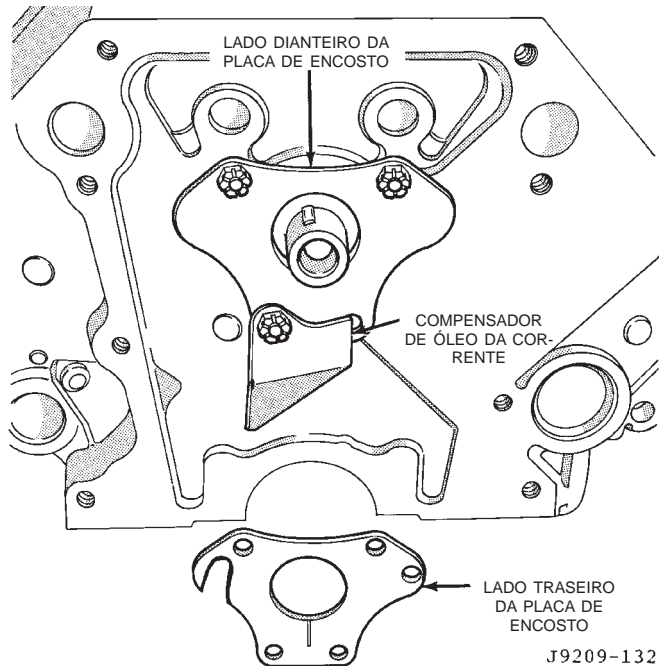

Fig. 39 Instalação do Compensador de Óleo da Corrente de Distribuição
(1) Remova o radiador. Consulte o Grupo 7, "Sistema de Arrefecimento" para obter o procedimento correto.
(2) Remova o Condensador do A/C (se equipado).
(3) Remova a tampa do motor.
(4) Remova coletor de admissão. Consulte o Grupo 11, "Sistema do Escapamento e Coletor de Admissão" para obter os procedimentos corretos.
(5) Remova as tampas do cabeçote de cilindros.
(6) Remova a tampa da caixa de regulagem e a corrente de distribuição.
(7) Remova os braços do balancim.
(8) Remova as varetas e os tuchos. Identifique cada peça para que possa ser instalada na sua localização original.
(9) Remova o distribuidor e levante a bomba de óleo e o eixo propulsor do distribuidor.
(10) Remova a placa de encosto do eixo de comando das válvulas, anote a localização do compensador de óleo (Fig. 39).
(11) Instale um parafuso longo na dianteira do eixo de comando das válvulas para facilitar a remoção do eixo de comando das válvulas. Remova o eixo de comando das válvulas tomando cuidado para não danificar os rolamentos com os lóbulos do came.